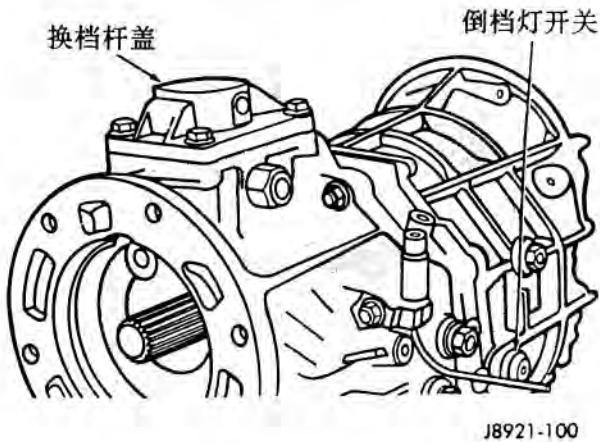

图 100 安装换档杆盖和倒车灯开关
(12) 在壳体上安装换档杆盖和新密封垫 (图 100)。螺栓拧紧扭矩为 18 牛顿米 (13 磅英尺)。
(13) 安装倒车灯开关 (图 100)。紧固开关的扭矩为 37 牛顿米 (27 磅英尺)。